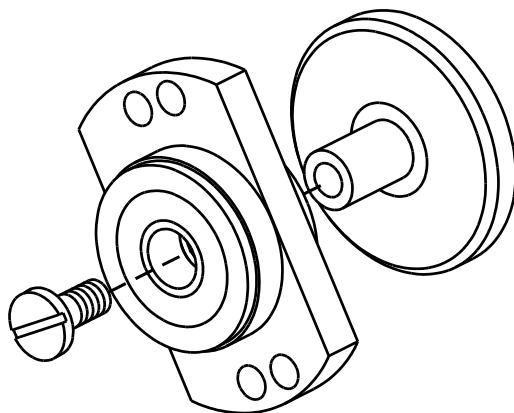

Рис. 5, Сборка фланцевого планетарного держател -шлифовального шпиндел
- Установка шпиндел шлифовального круга производится согласно Рис. 5